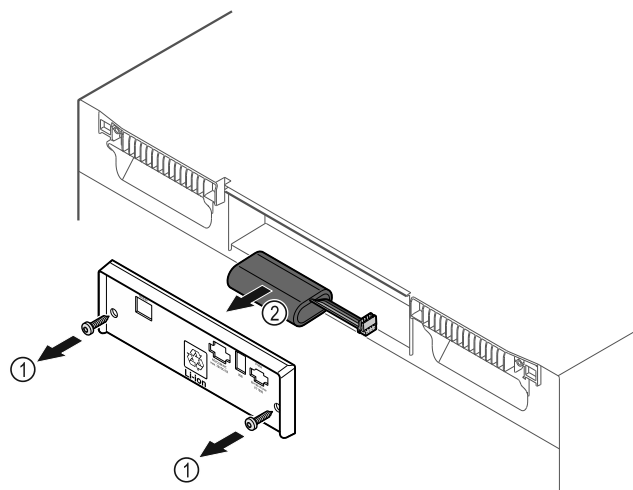

Fig. 229
- ▶ Irrota ruuvit ja poista kansi laitteen taustapuolelta Fig. 229 (1).
- ▶ Irrota paristo liittimistään ja poista paristo Fig. 229 (2).